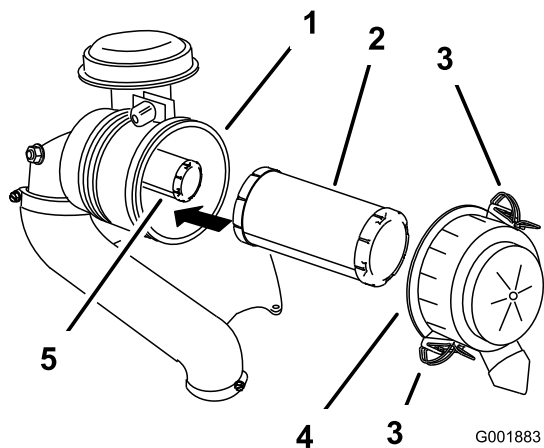

Figura 29
3. Eliberați elementele de fixare ale filtrului de aer și îndepărtați capacul filtrului de aer (Figura 29).
- Glisai uor filtrul primar din corpul filtrului de aer (Figura 29).
- Dacă înlocuiți filtrul de siguranță, glisai-l cu atenție în corpul filtrului (Figura 29).
- Glisai cu atenție filtrul primar peste filtrul de siguranță (Figura 29).
- Montați capacul filtrului de aer cu partea cu indicația **up** (sus) în sus și fixați-l cu elementele de fixare (Figura 29).